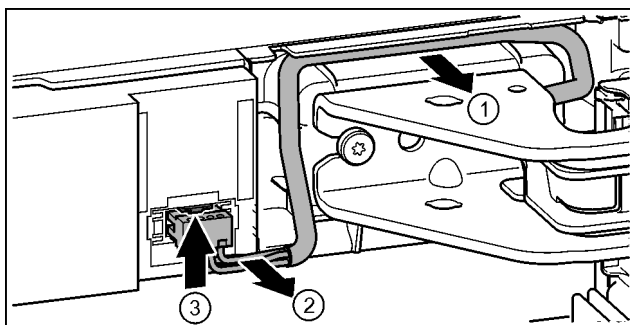

Fig. 18
- ▶ Kábel nad ložiskovou konzolou opatrne uvoľnite z vedenia. Fig. 18 (1)
- ▶ Vodiče kábla opatrne vyťahnite z kanála. Fig. 18 (2)
- ▶ Strmeň potlačte nahor a opatrne vyťahnite zástrčku. Fig. 18 (3)